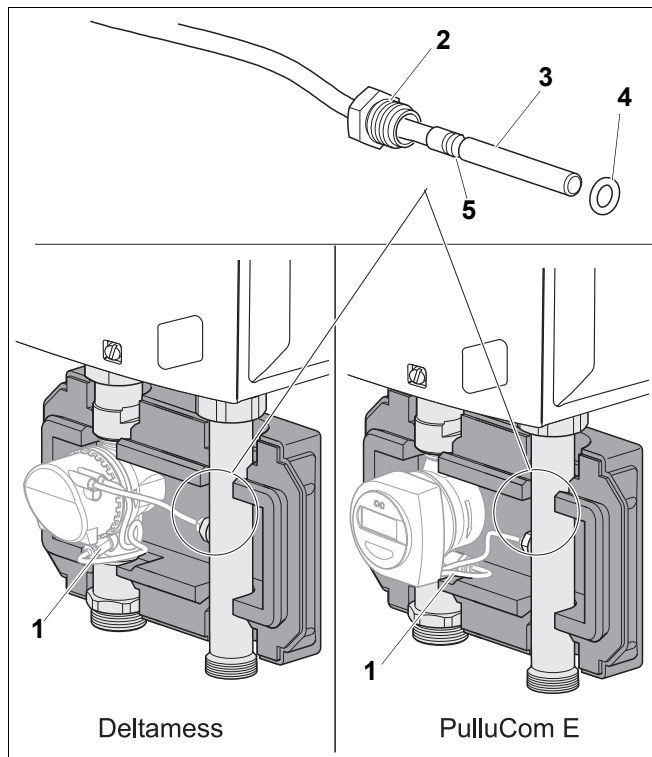

Рис. 5 Установка датчика температуры
- Проверьте крепление датчика температуры обратной линии (рис. 5, [1]).
- Вставьте датчик температуры подающей линии (рис. 5, [3]) в фиксирующий винт (рис. 5, [2]) и наденьте уплотнительное кольцо (рис. 5, [4]) так, чтобы оно вошло в канавку датчика (рис. 5, [5]).